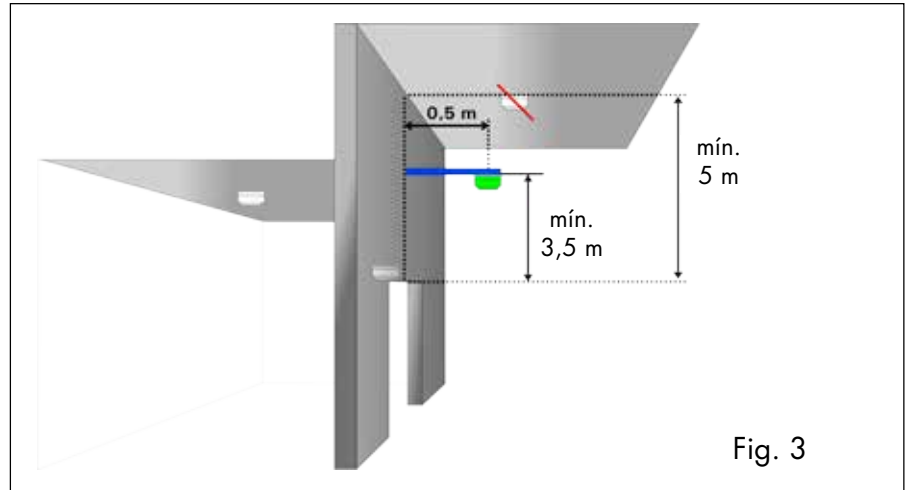

Fig. 3
3. Si la distancia entre techo y apertura es superior a 5 m, los detectores deben montarse en brazos voladizos de 0,5 m de longitud (brazo voladizo *DICTATOR*, art. n° 040575, fig. 2) y como mínimo a 3,5 m sobre la apertura (fig. 3).